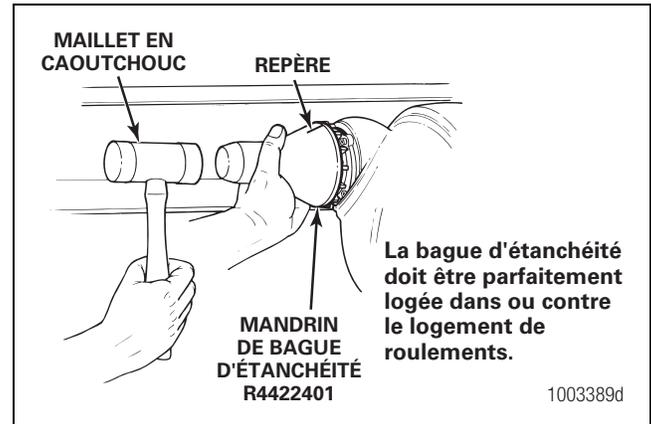

Figure 5.32
- Utiliser un maillet en caoutchouc pour loger la bague d'étanchéité dans ou contre le logement de roulements. La bague d'étanchéité doit être parfaitement logée dans ou contre le logement de roulements. Figure 5.32.